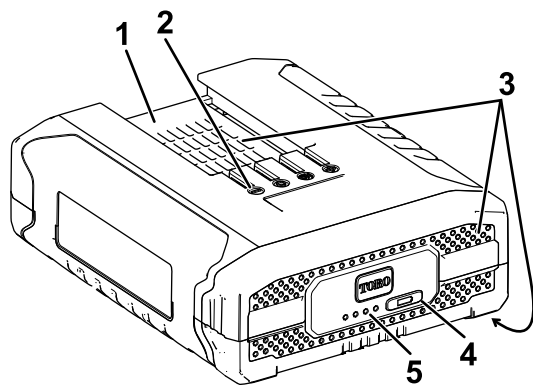

Figura 8
2. Alinee el hueco de la batería (Figura 8) con la lengüeta del cargador.